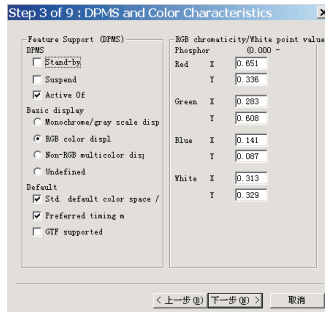

Fig. 37
2. Click Next, bring up Fig. 37.